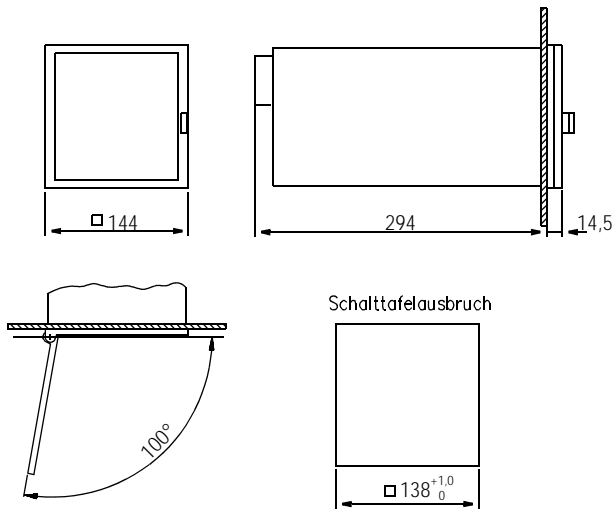
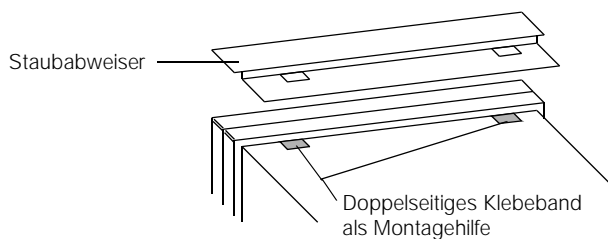

Bild 2 Maßbild LINAX 4000H (Maße in mm)
Bild 3 Montage des Staubabweisers
## 1.3 Montieren (siehe Bild 2 und Bild 3)
1. Doppelseitiges Klebeband auf Gehäuseoberseite aufkleben (siehe Bild 3).